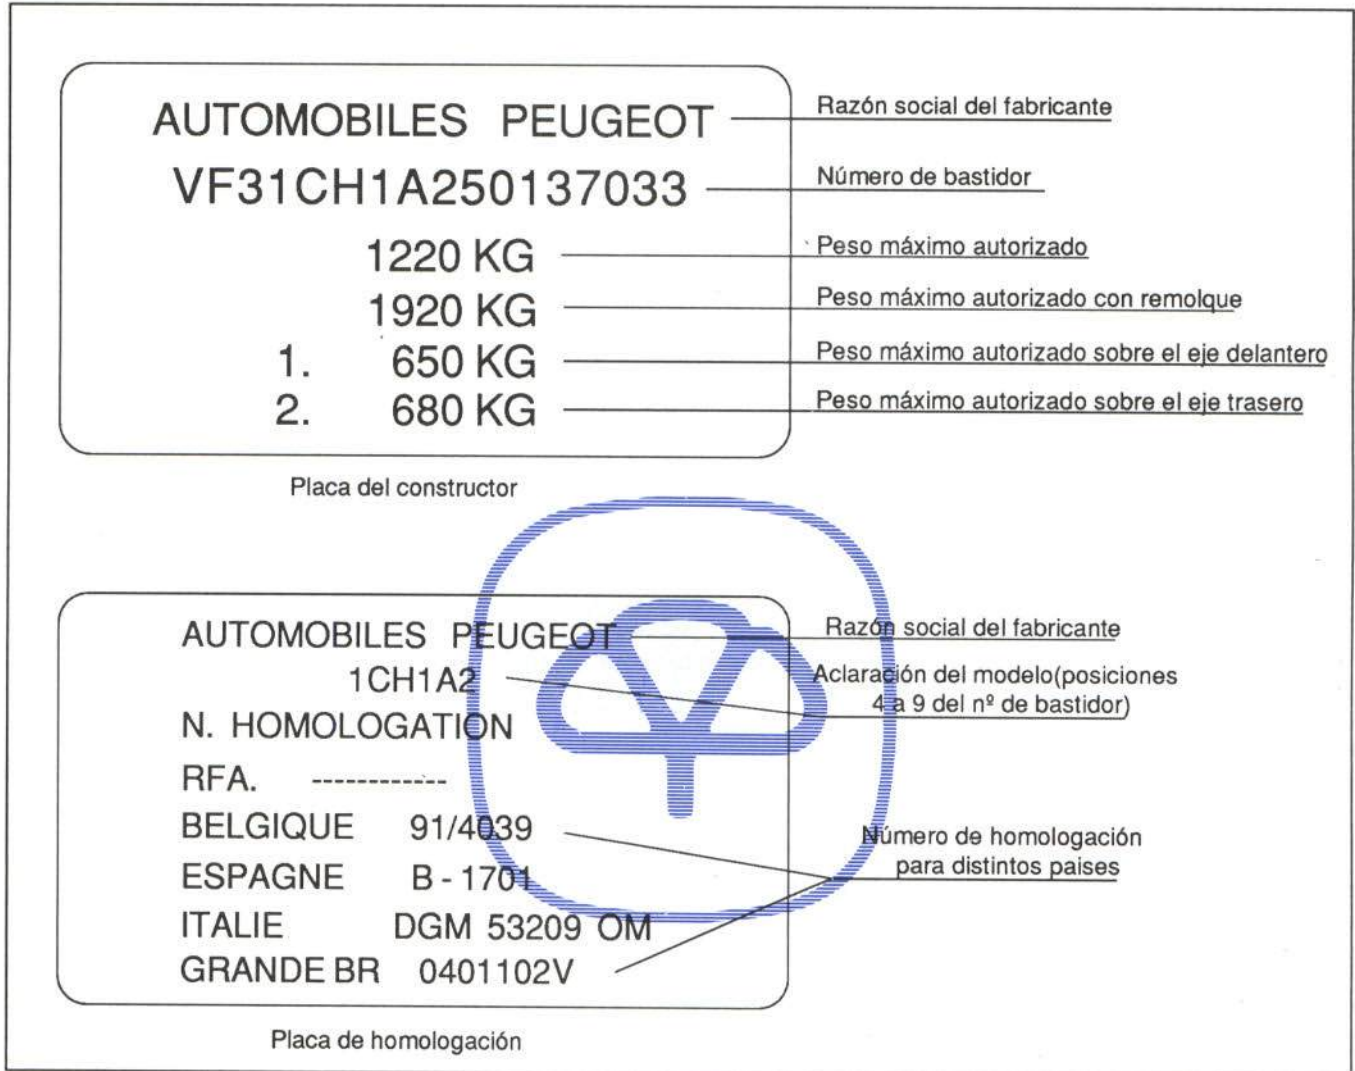

Figura 2.- Placas del constructor y de identificación
• La placa del constructor y la placa de homologación, están fijadas en el frente delantero y contienen los datos recogidos en la figura 2.